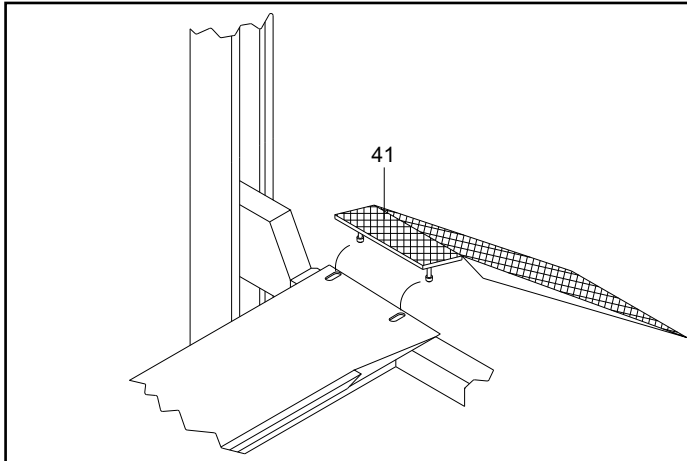

Fig.63 Fissaggio rampe e bloccaggi ruote
Le rampe di salita (pos.41, Fig.63) e gli arresti fermaruota (42) possono essere montati da ambo le parti delle pedane (7-8) secondo le necessità dell'utilizzatore. Procedere al montaggio incastrando sul lato desiderato le rampe di salita (41) e fissare tramite viti TE M10x25 (43), rosette Ø11 x 30(44) e dadi M10 (45) gli arresti fermaruota (42) sul lato opposto.